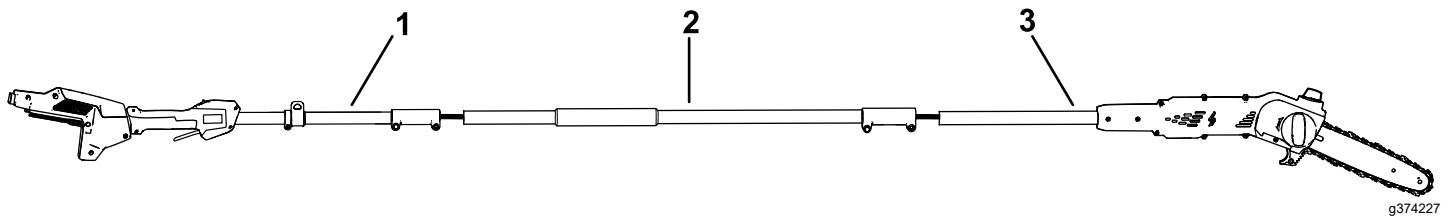

Figura 4
1. Despliegue las secciones de la p rtiga (Figura 4).